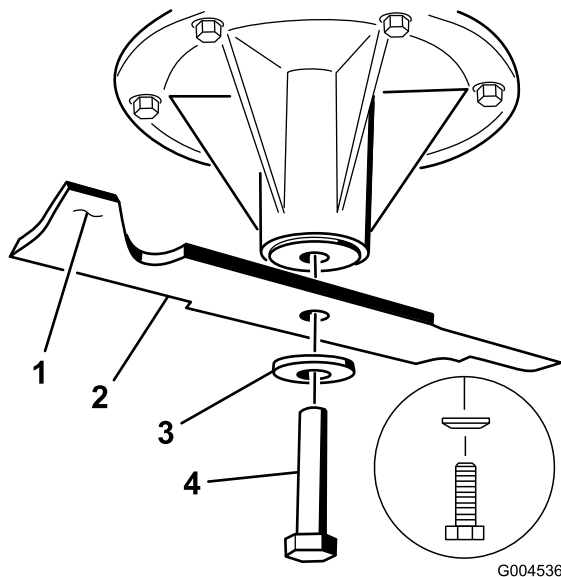
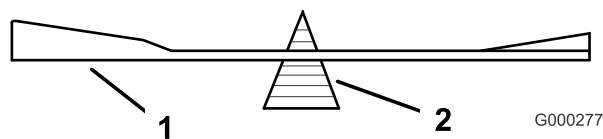

図 78
図 80
2. スピンドルのシャフトからブレードボルト、湾曲ワッシャ、ブレードを取り外す (図 78)。
2. ブレードバランサー (図 80) を使ってバランスを調べる。ブレードが水平に停止すればバランスがとれているからそのまま使用してよい。もし傾くようなら、重い方の裏面を少し削って調整する (図 78)。バランスがとれるまで調整する。